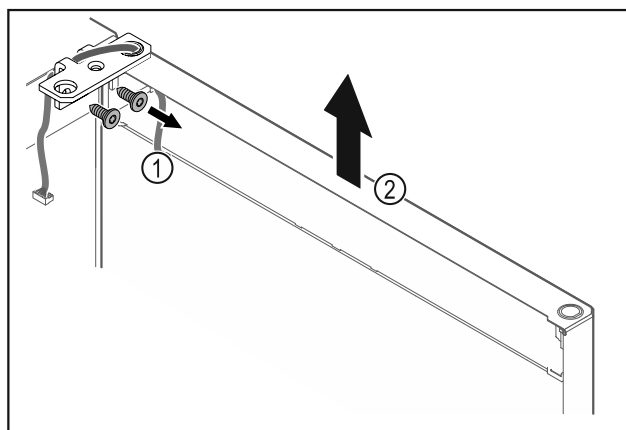

Fig. 19
- Skruva av gångjärnsfästet Fig. 19 (1).
- Lyft dörren rakt uppåt med gångjärnsfästet Fig. 19 (2) ca 200 mm och ta av den.